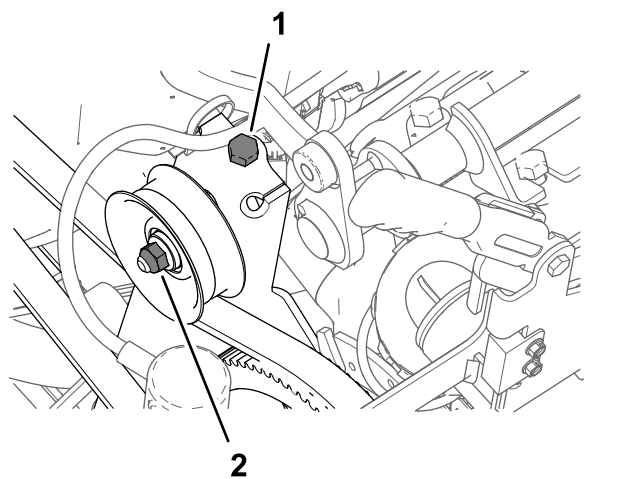

Figure 180
1. Desserrez l'écrou de l'axe de la poulie de tension (Figure 180).
2. Tournez le boulon de tension de courroie pour détendre complètement la courroie de la pompe de pulvérisation (Figure 180).